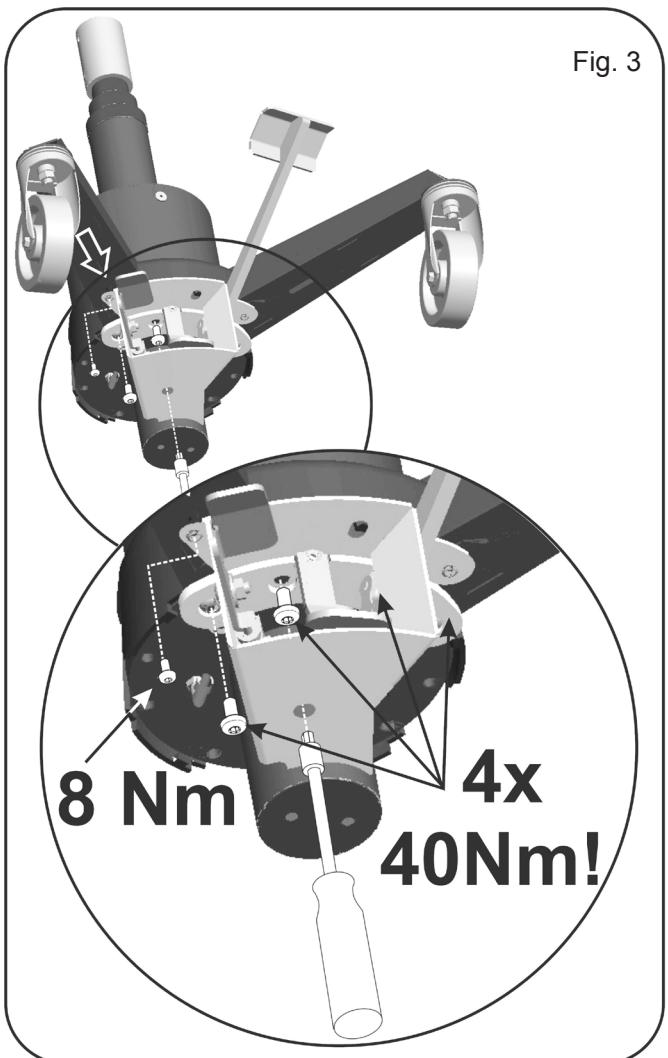

Fig. 3
5. Monter det ben, der sidder umiddelbart over betjeningspedalerne med skruer 2 x 0200374 (6 mm unbraco) og spænd med 40 Nm (fig. 3). Monter derefter skruer 0263000 (Tx 30) og spænd med 8 Nm.
5. Mount the leg above the pedals with two screws 0200374 (6 mm unbraco) and tighten to a torque setting of 40 Nm (fig. 3). The mount screw 0263000 (Tx 30) and tighten to 8 Nm.